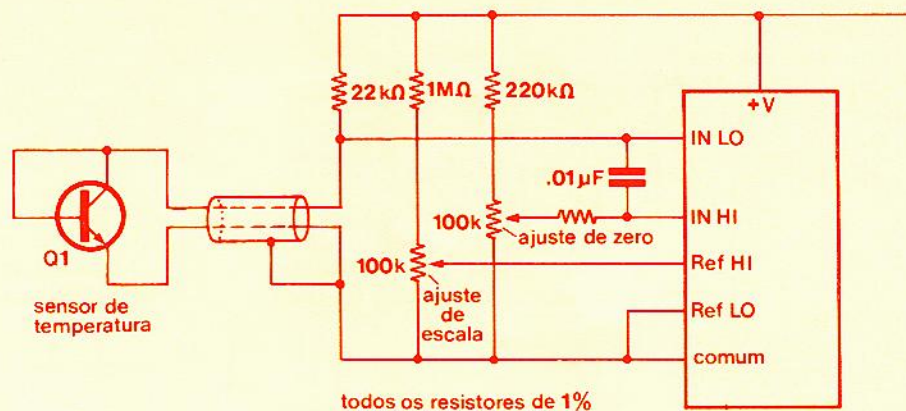

FIGURA 13
**7.a) — Termômetro digital:** Aqui o circuito adicional é um pouco mais complexo, pois deve-se providenciar uma conversão temperatura/tensão. A figura 13 apresenta uma solução: a sonda de temperatura pode ser um diodo de silício (ou um transistor, conectado como diodo); após a sonda, deve-se incluir alguns resistores e trimpots, que servem como divisores de tensão e ajuste de escala de temperatura. A leitura será obtida dire-